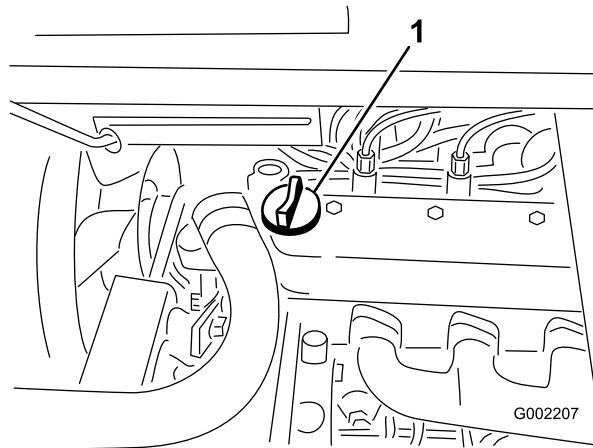

Figure 19
3. Si le niveau d'huile est trop bas, retirez le bouchon de remplissage du couvre-culasse (Figure 19) et ajoutez la quantité d'huile nécessaire pour amener le niveau au repère maximum sur la jauge ; voir Vidange et contrôle du niveau d'huile moteur \(page 42\) pour connaître le type d'huile et la viscosité qui conviennent.